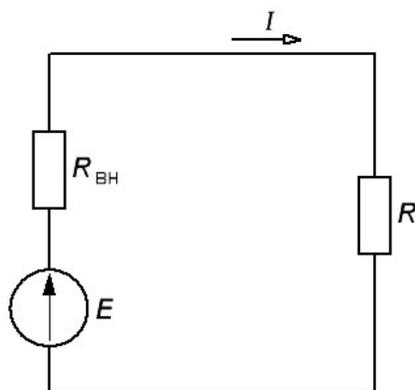
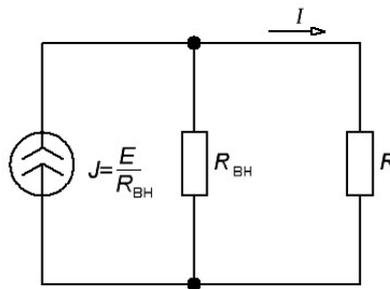

Рисунок 2.4
Рисунок 2.6
При расчете и анализе электрических цепей реальный источник электрической энергии с конечным значением $R_{вн}$ заменяют расчетным эквивалентом. В качестве эквивалента может быть взят источник ЭДС E с последовательно включенным сопротивлением $R_{вн}$, равным внутреннему сопротивлению реального источника (рисунок 2.4); стрелка в кружке указывает направление возрастания потенциала внутри источника ЭДС. Если теперь отнести $R_{вн}$ к приемнику, добавив его к сопротивлению приемника, то цепь будет рассматриваться как содержащая идеальный источник ЭДС. Источниками ЭДС являются, например, аккумуляторы, гальванические элементы, вращающиеся электрические генераторы постоянного тока.
Ток в нагрузке (в сопротивлении R для схем рисунок 2.4 и 2.6) одинаков и равен $I = \frac{E}{(R_{вн} + R)}$. Каким из двух расчетных эквивалентов пользоваться, совершенно безразлично. Обратим внимание на следующее:
- 2) схема, представленная на рисунок 2.4, эквивалентна схеме, приведенной на рисунок 2.6, в отношении энергии, выделяющейся в сопротивлении нагрузки R , и не эквивалентна ей в отношении энергии, выделяющейся во внутреннем сопротивлении источника питания $R_{вн}$;